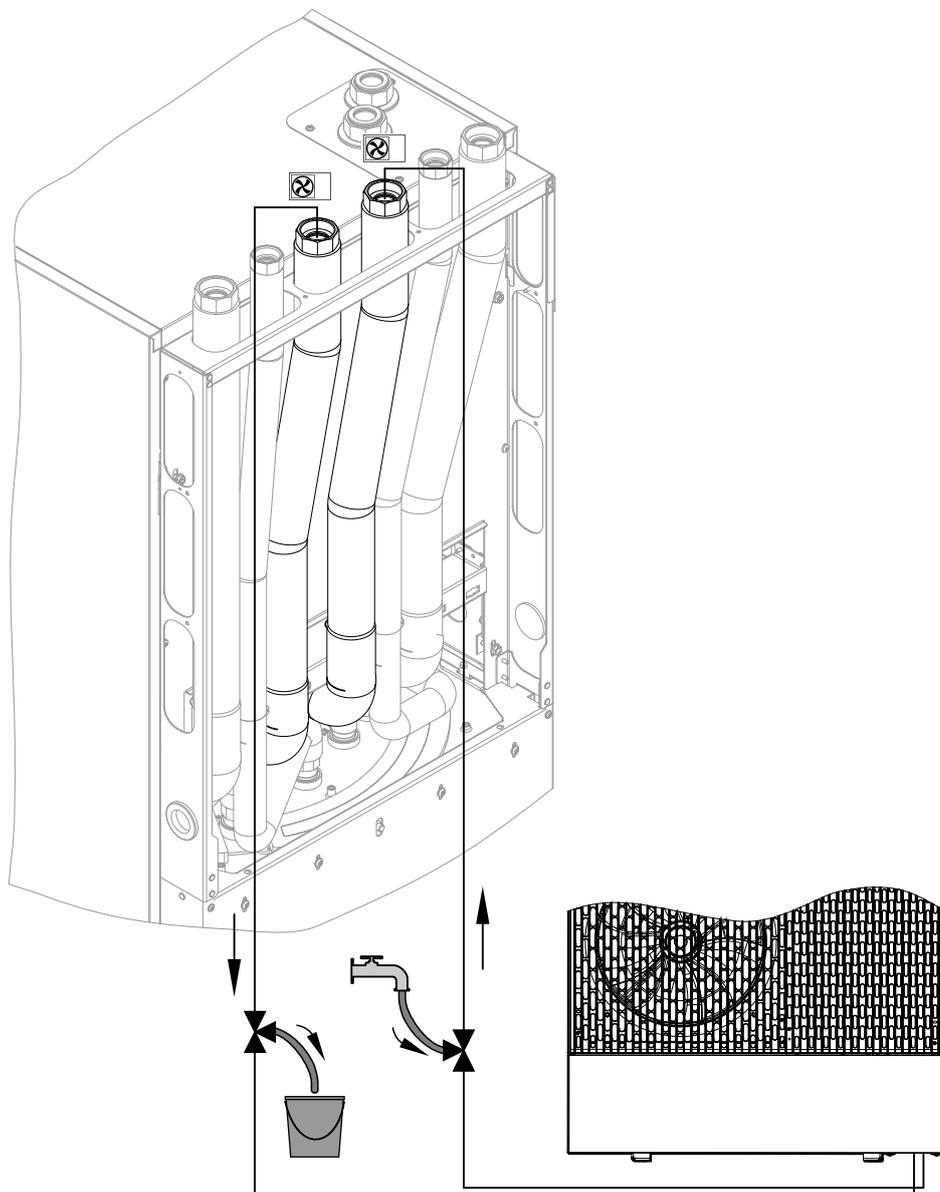

Abb. 71
3. 3-Wege-Kugelhähne im Vor- und Rücklauf Außen-einheit gemäß Abb. 71 öffnen: **Offen in allen Richtungen**